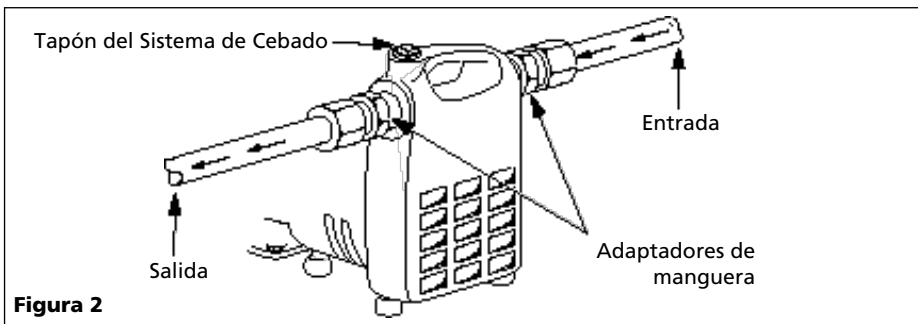

Figura 2
4. La Figura 2 le indica cómo instalar la bomba. Los adaptadores con roscas se le suministran para que conecte mangueras para jardín cuando las condiciones lo permitan. Bajo ninguna circunstancia la bomba debe estar a más de 4,6 m (15 pies) de distancia (vertical u horizontal) de la entrada de suministro. Instale una válvula de pie cuando la bomba se vaya a colocar a más de 3,0 m (10 pies) de altura o cuando la línea de succión sea de más de 3,0 m (10 pies).